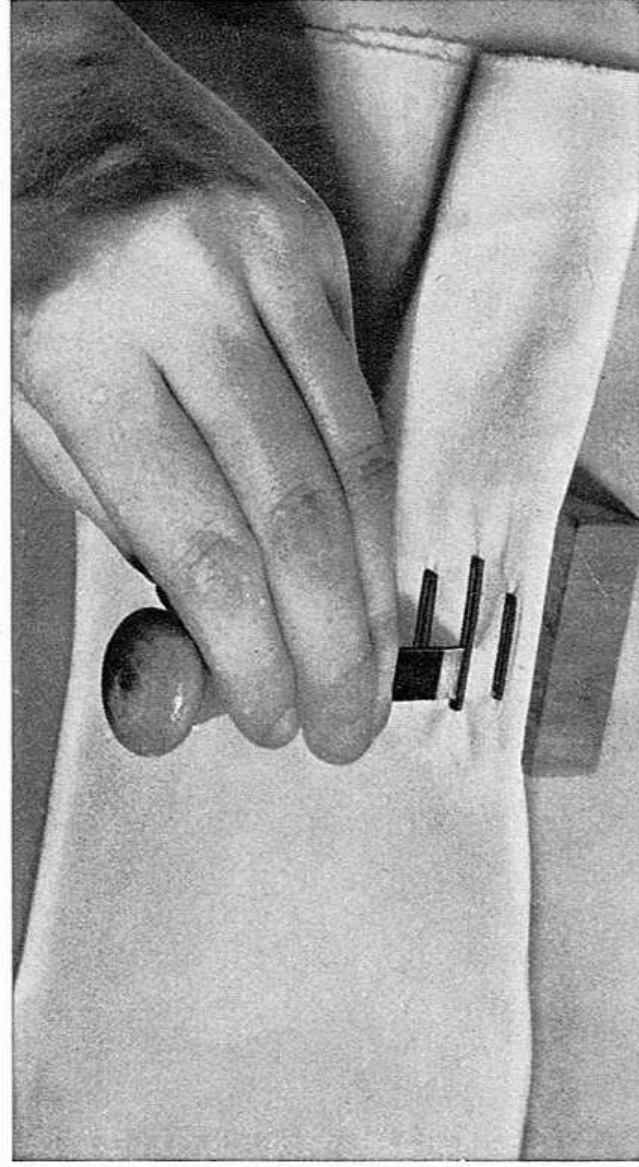

Abb. 43
Das genähte Knopfloch wird auf die Holzunterlage gelegt und mit dem Knopflochmesser durchschnitten (Abb. 43).
13. Zum Schluß legt man die Arbeit auf die Holzunterlage und durchsticht den Stoff innerhalb der beiden Raupen. Siehe Abb. 43.